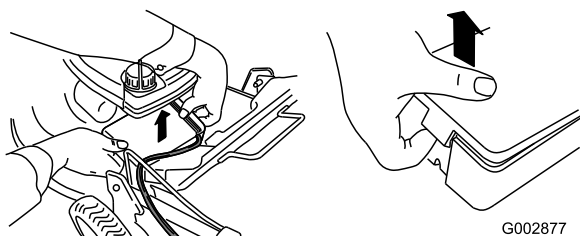

Figura 40
1. Sbloccate il coperchio della batteria da ambo i lati e toglietelo (Figura 40).